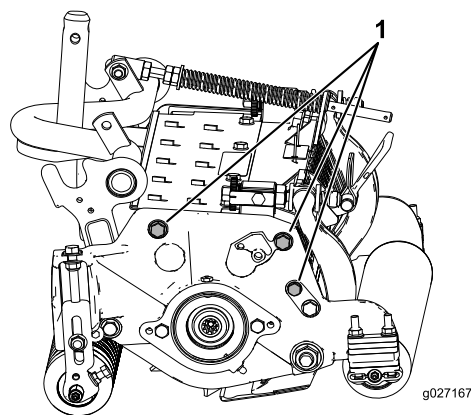

**Bild 12**
**Hinweis:** Die Position der Heckrolle zur Spindel wird von den Drehtoleranzen der montierten Komponenten gesteuert. Ein Parallelisieren ist nicht erforderlich. Sie können minimale Einstellungen vornehmen, wenn Sie die Schneideinheit auf eine Arbeitsfläche stellen und die Befestigungsschrauben der Seitenplatte lockern (Bild 12).